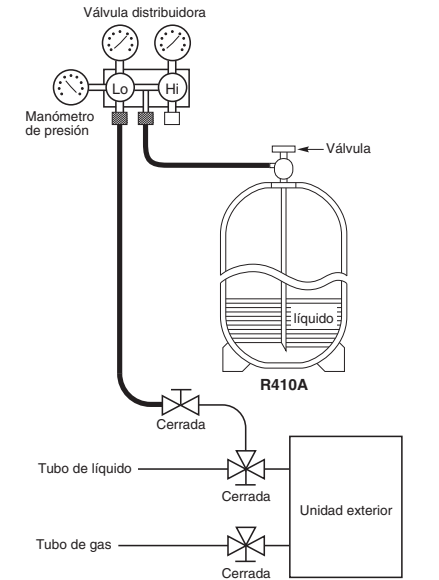

Fig. 8-5
- Cargue el refrigerante adicional (calculado a partir de la longitud del tubo de líquido como se muestra en "Cantidad de carga de refrigerante adicional") utilizando la válvula de servicio del tubo de líquido. (Fig. 8-5)